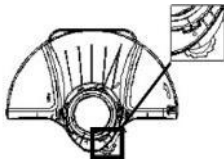

Рис.5
1.Совместите стрелки триммера со стрелками защитного кожуха, как показано на рисунке. См. рис.5